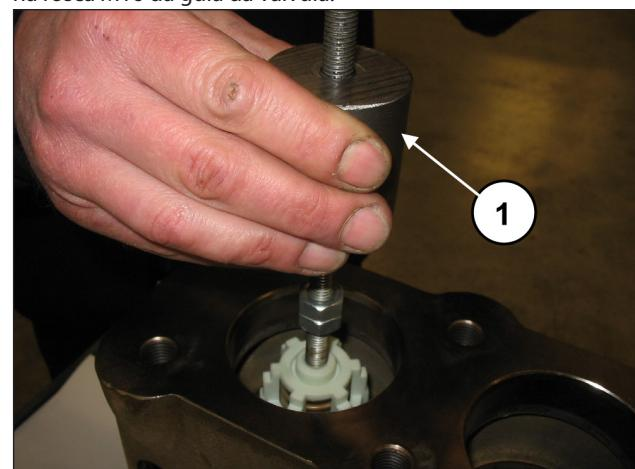

Fig. 110
Extraia o grupo da válvula de descarga por meio de um martelo extrator (cód. 27516400) a ser aplicado no orifício M10 da guia da válvula (pos. ①, Fig. 110) ou, além disso, um possível adaptador M10-M16 (código 25089700) a ser aplicado na rosca M16 da guia da válvula.